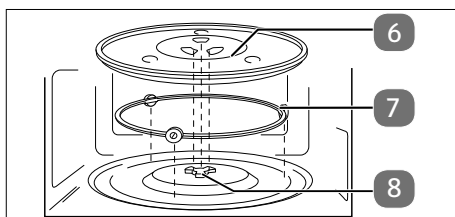

Fig. 3 – Inserimento del piatto girevole in vetro
- ▶ Non mettere in funzione il forno a microonde senza prima aver inserito correttamente il piatto girevole in vetro (6).
- ▶ Verificare che l'albero di trasmissione (8) si inserisca correttamente nella rientranza nel fondo del vano cottura e che le alette appoggino in piano sul fondo. Se necessario, ruotare l'albero di trasmissione (8) finché non scende nella posizione corretta.
- ▶ Inserire l'anello girevole (7) nell'incavo del vano di cottura, quindi posizionare il piatto girevole in vetro (6) sopra l'albero di trasmissione (8) del piatto girevole in posizione centrata (vedere la "Fig. 3 – Inserimento del piatto girevole in vetro"), in modo che le barre del piatto girevole in vetro (6) poggino tra le alette dell'albero di trasmissione.